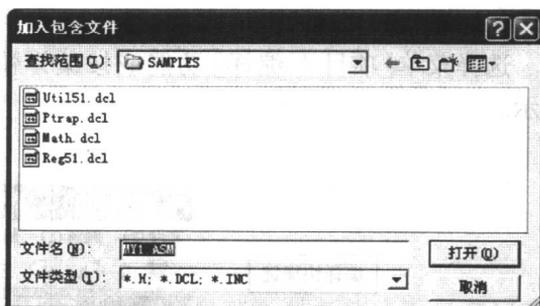

图 1-14
(2) 加入包含文件。如图 1-14 所示，在加入包含文件对话框中，选择所要加入的包含文件(可多选)。如果没有包含文件，按取消键。